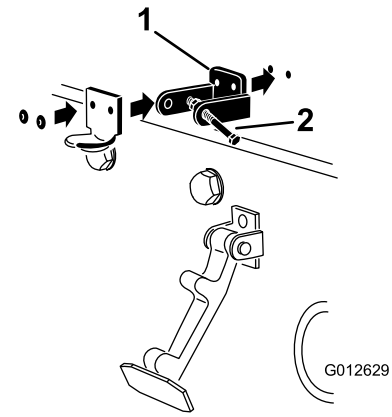

図 13
3. CE 用ロックブラケットとフードラッチブラケットの取り付け穴をそろえて、フードの上に位置決めする。ロックブラケットをフードに当てて取り付ける (図 13)。ロックブラケットアームからボルト&ナットアセンブリを外してしまわないこと。
5. ブラケットとワッシャをフードにリベットで固定する (図 13)。